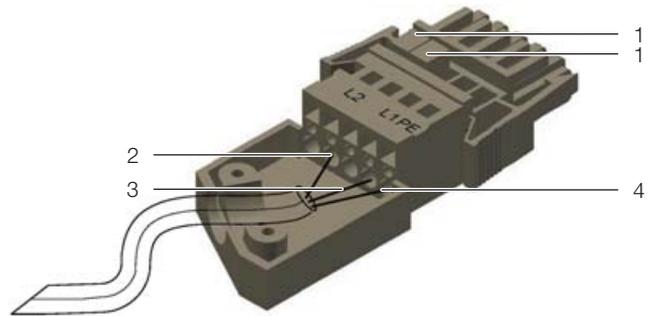

Рис. 39: Схема штекера подключения с корпусом для защиты от натяжения
- Соедините подключения фаз в штекере подключения с помощью двух прилагаемых перемычек. Установите перемычки как показано на рисунке (рис. 39, поз. 1).